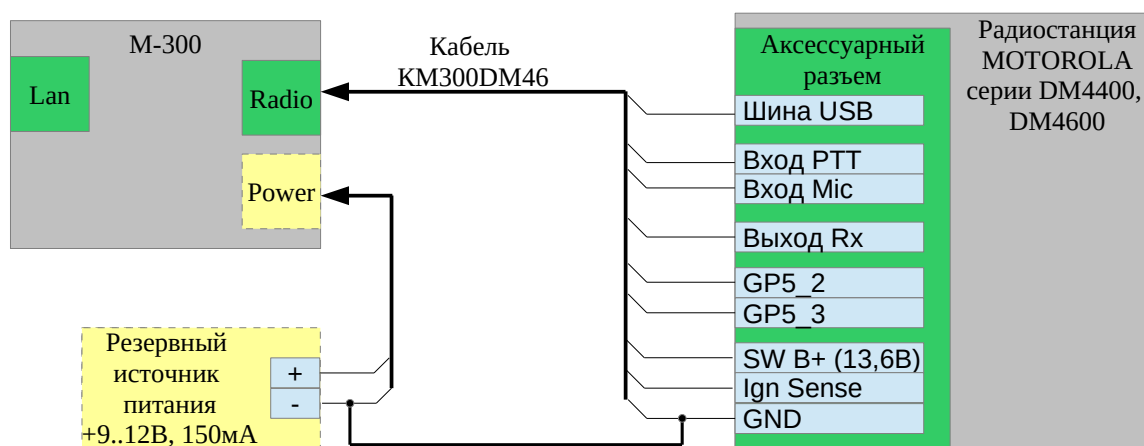

Рис. 3.3.3 Подключение радиостанции при работе интерфейса в режиме «MOTOROLA DM».
3) Режим интерфейса «MOTOROLA DM» предназначен для подключения к контроллеру радиостанций MOTOROLA серии MOTOTRBO. Подключение выполняется через аксессуарный разъем радиостанции, рис. 3.3.3. Команды управления передаются радиостанции по шине USB в соответствии со спецификацией MOTOTRBO XCMP/XNL.